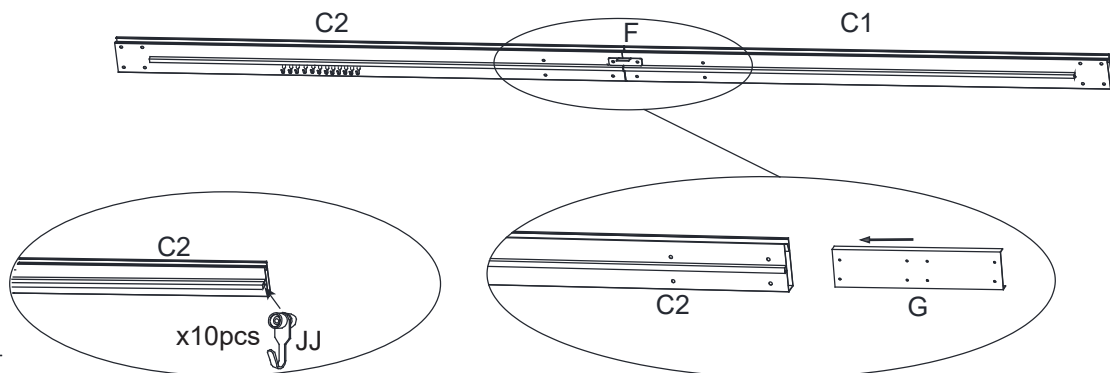

Fig.2.1
2.1. Faites glisser le support (JJ) sur le linteau droit (C2), voir Fig.2.1.